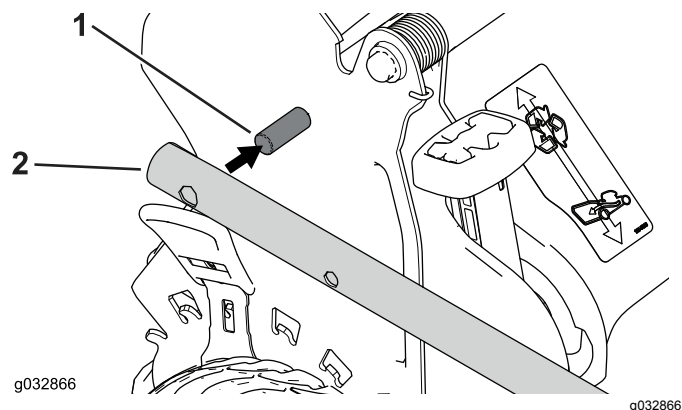

Bild 4
2. Befestigen Sie die Holmenden am Mähergehäuse, sodass der Stift an jeder Holmhalterung in das untere Loch des jeweiligen Holmendes eingesetzt ist. (Bild 4).